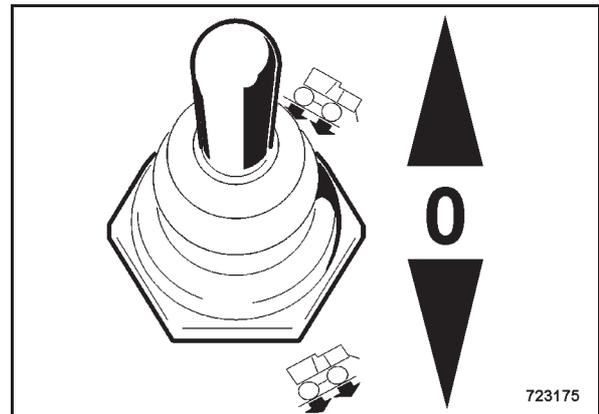

Bild 34
- Kippschalter Vibration vorwärts/rückwärts (Bild 34) in die Stellung „0“ schalten.